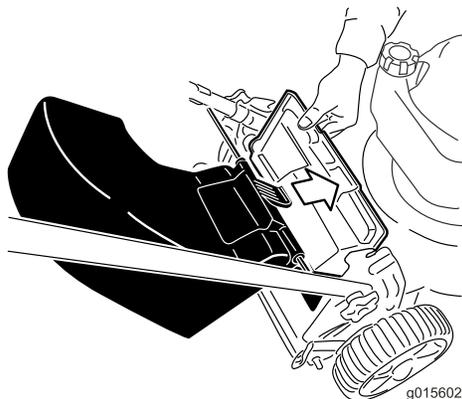

Figura 18
1. Levante el deflector trasero (Figura 18).
2. Introduzca el asa de la bolsa de recortes en las muescas de los soportes del manillar (Figura 18).